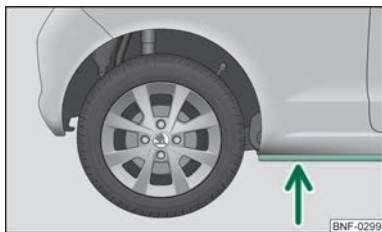

Fig. 88 Kørsel gennem vand
- Inden du kører gennem vand, bør du derfor finde ud af, hvor dybt vandet er. Vandstanden må maksimalt nå op til kanten af dørpanelet → Fig. 88.